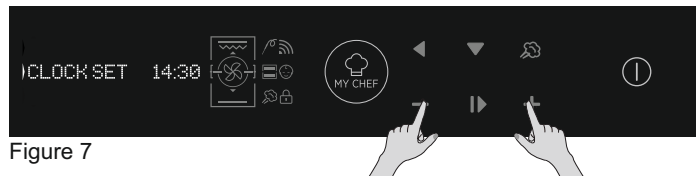

Figure 7
- Réglez l'heure en appuyant sur les touches (+) et (-). Appuyez sur OK pour continuer. (Figure 7)